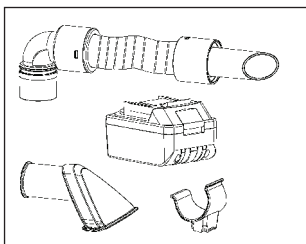

Рис. 10
- Достаньте комплектующие и аксессуары и закройте крышку (Рис. 10).